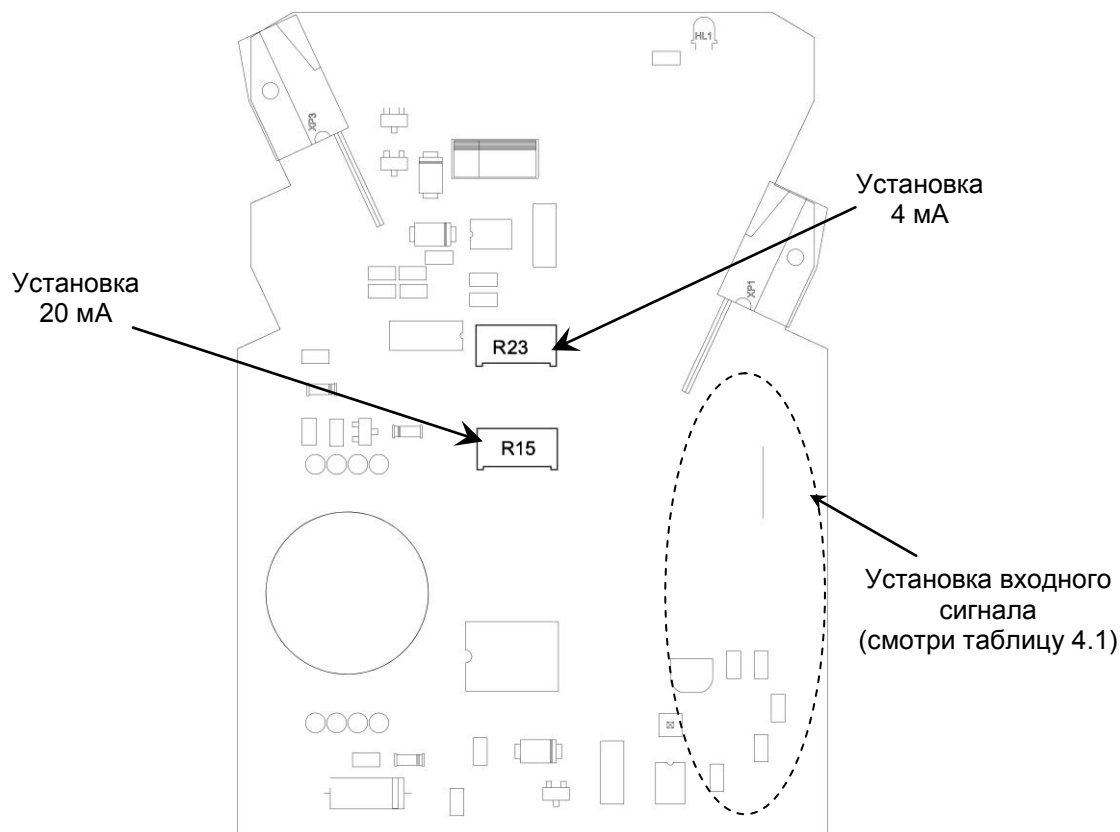

Рисунок 4.2 - Схема расположения органов регулирования и элементов настройки ПНС-410
4.2.4 Для настройки ПНС-410 на другой входной сигнал используйте рисунок 4.2 и таблицу 4.1.